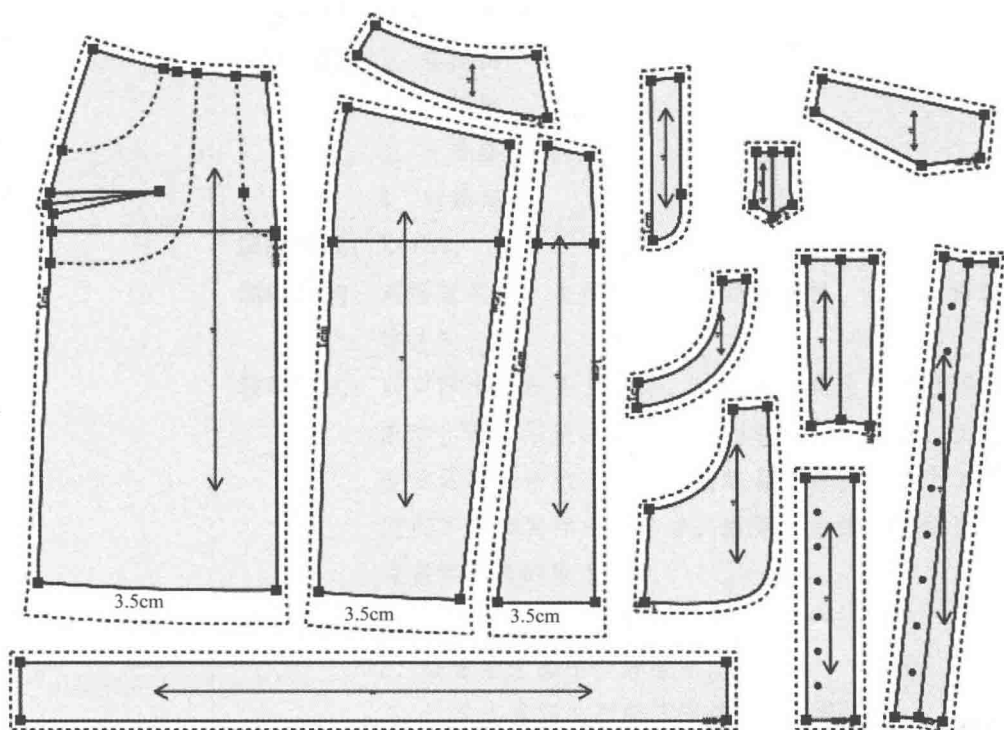

图6-89 加缝份
(23) 选择【加缝份】工具,将工作区的所有纸样统一加 1cm 缝份(图 6-89)。